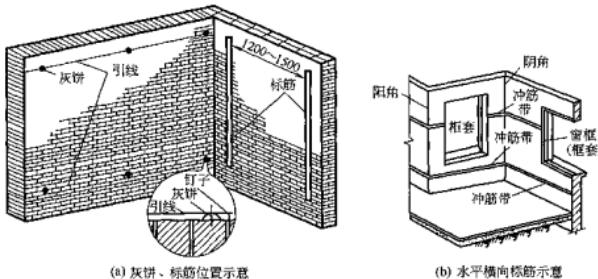

图 4-10-1 挂线做标准灰饼及冲筋
(1)中级和普通抹灰:先用托线板检查墙面平整垂直程度,大致决定抹灰厚度(最薄处一般不小于 7mm),再在墙的上角各做一个标准灰饼,大小 5cm 见方,厚度以墙面平整垂直决定,然后根据这两个灰饼用托线板或线锤挂垂线做墙面下角两个标准灰饼,待灰饼稍干后,在上下灰饼之间抹上宽约 10cm 的砂浆冲筋,用木杠刮平,厚度与灰饼相平,待稍干后可进行底层抹灰,见图 4-10-1。